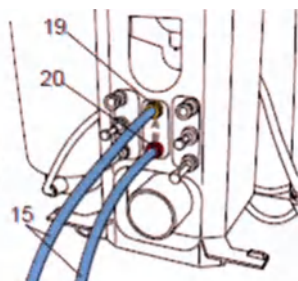

Рис. 39
2. Подсоединение педали (рис.39):
- Вставьте обозначенный буквой А конец шланга (15) до упора в штуцер А (19) пескоструйного аппарата.
- Вставьте обозначенный буквой В конец шланга (15) до упора в штуцер В (20) пескоструйного аппарата. При введении шлангов следует преодолеть легкое сопротивление.